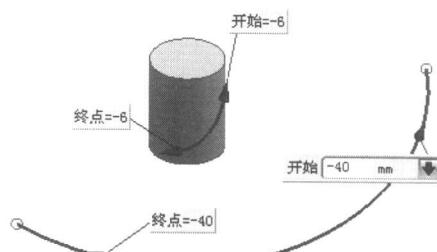

图1-14
6. 使用【曲线长度】功能，参照图 1-14 所示，调整曲线长度。